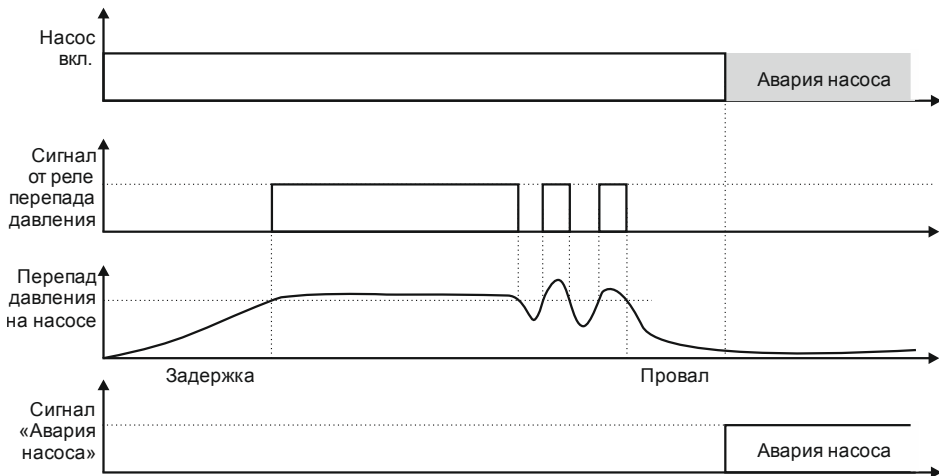

Рисунок 3.2 - Обработка сигнала от датчика перепада давления ($\Delta P1/\Delta P2/\Delta P3$)
- 1) Нет перепада давления на насосе (рисунок 3.2)